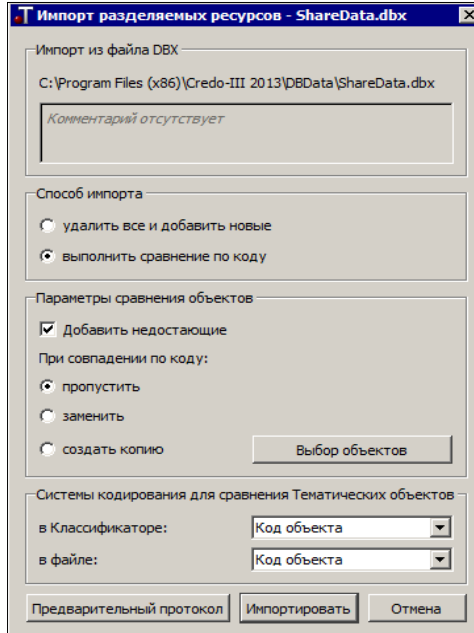

Рис. 10.21
Предусмотрено два способа импорта (рис. 10.21):
- элементы, коды которых совпали, пропустить, заменить или создать их копию (рис. 10.21).
Перед началом импорта можно просмотреть протокол, в котором отображается статистическая информация по импортированным объектам (кнопка **Предварительный протокол** (рис. 10.21)).